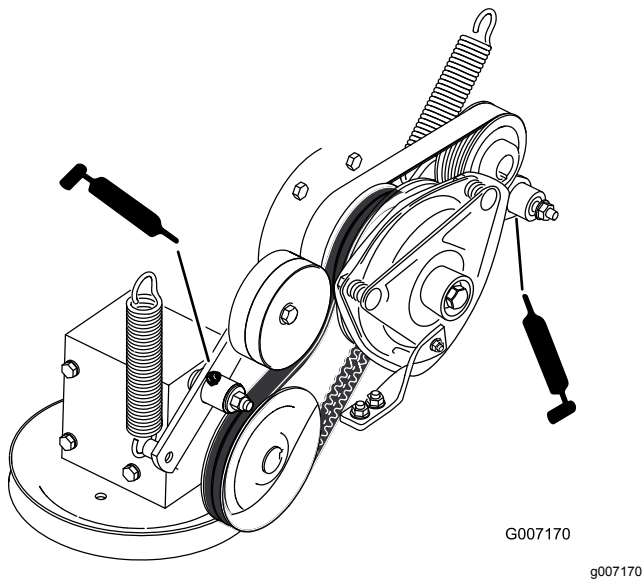

Figura 53
8. Ingrassate il braccio di rinvio della trasmissione della PDF (Figura 53).
9. Ingrassate il braccio di rinvio della cinghia della pompa (Figura 53).